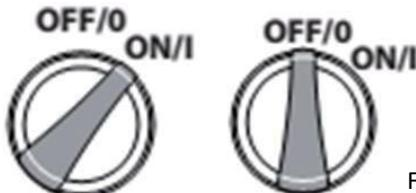

Fig. 3
5. Colocar o interruptor de rede na posição "I" (Fig. 3).
2. Colocar o interruptor na posição "O" (Fig. 3).
2. Desligar o interruptor de rede (posição "O", Fig. 3).